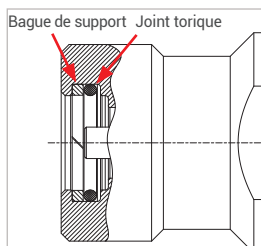

Figure 10
- ▶ Avant d'installer l'insert d'about (pos. 7), vérifiez que les deux composants d'étanchéité (joint torique et bague de support, Figure 10) respectent l'ordre de montage, sont bien positionnés et intacts.
- ▶ Remplacez les joints endommagés. Reportez-vous à cet effet au *Chapitre 8.4.1 Remplacement des composants d'étanchéité dans l'insert d'about (pos. 7) page 23*.